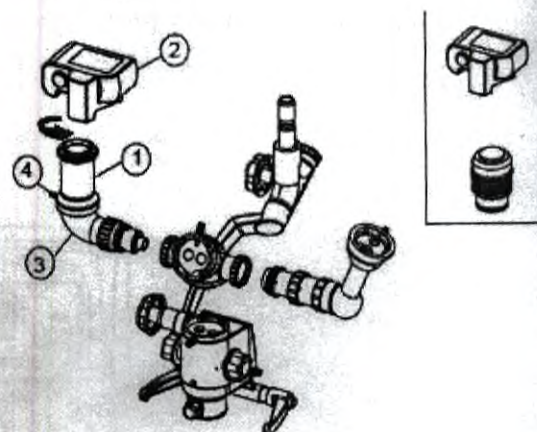

Рис. 29
10.10 Установка Canon, Nikon и Sony DSLR-камер (рис. 29):